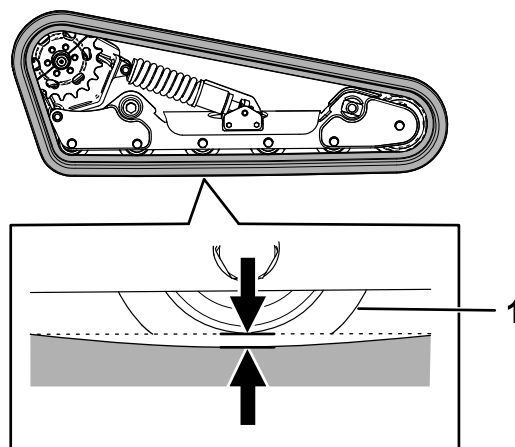

Figura 56
Sollevate/supportate 1 lato della macchina e, utilizzando il peso del cingolo, verificate che la distanza tra la parte inferiore del bordo della ruota non motrice e il cingolo sia pari a 13 mm, come illustrato nella Figura 56. In caso contrario, regolate la tensione dei cingoli eseguendo la procedura di seguito riportata.
5. Utilizzando un cricchetto di trasmissione da $\frac{1}{2}$ " , ruotate la vite di tensione fino a quando la flessione del cingolo non è pari a 1,3 cm, come illustrato nella Figura 56.
9. Verificate che la flessione del cingolo sia pari a 1,3 cm, come illustrato nella Figura 56. All'occorrenza regolate.
20. Utilizzando un cricchetto di trasmissione da 1/2", ruotate la vite di tensione in senso antiorario fino a quando la flessione del cingolo non è pari a 1,3 cm, come illustrato nella Figura 56.
25. Verificate che la flessione del cingolo sia pari a 1,3 cm, come illustrato nella Figura 56.